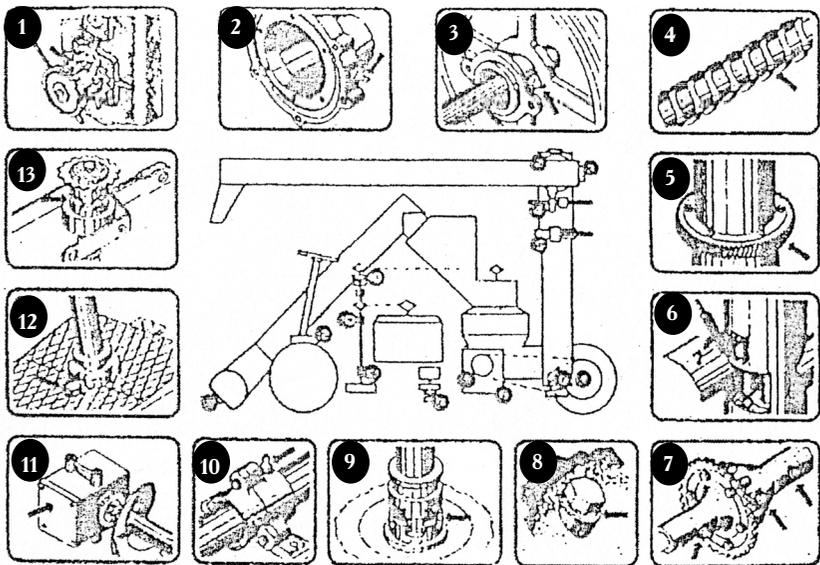

Рис.7.1. Схема смазки
8. Проверьте смазку составных частей машины по позициям схемы смазки (см. рис.7.1.) и таблицы смазки (см.рис.7.3) подшипники выгрузного и промежуточного шнеков вала промежуточного, вала дифференциала: позиция 2,3,6,7,10, зубья кулачковой муфты (позиция 1,9,13)	Перед смазкой масленки должны быть тщательно очищены от пыли и грязи. Смазку нанести тонким слоем
8. Проверьте смазку по позициям схемы смазки (см рис. 7.1) и Табл. смазки (см. рис. табл. 7.3)	Перед смазкой масленки должны быть тщательно очищены от пыли и грязи.